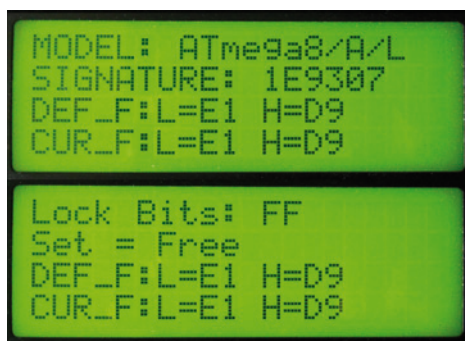

Fig. 7 - Le impostazioni di default e correnti della MCU target.
mo il pulsante "GO", il display mostra tutti i parametri in due schermate sequenziali: modello di MCU, signature, valori di default e attuali dei fuse (in questo caso sono presenti solo Low e High Fuse Byte), nelle prime due righe della seconda schermata apparirà il valore del Lock Bit. In pratica, una volta letta la signature, dalla tabella iniziale vengono estratti modello del micro e valori di default dei fuse, quindi vengono letti e visualizzati i valori correnti dei Fuse Byte e del Lock Bit Byte; se il micro è vergine certamente i Fuse Byte di default combacceranno con quelli letti nella MCU (è proprio il nostro caso, come si può vedere in Fig. 7).
Per quanto riguarda il Lock Bit Byte, la prima riga mostra il valore corrente del byte, la seconda illustra la corrispondente modalità di impostazione; nello specifico (Fig. 7) tutti i bit sono impostati a 1 (FF) quindi nessuno di essi è abilitato, per cui la configurazione è "Free", cioè libera da blocchi. Le altre due combinazioni principali sono FE (Write_lock) e FC (Write&Verify_lock), che poi sono quelle più importanti in quanto riguardano i due lock bits; infatti, come spiegato nella precedente puntata, esse agiscono sull'intera memoria flash e sulla memoria EEPROM.